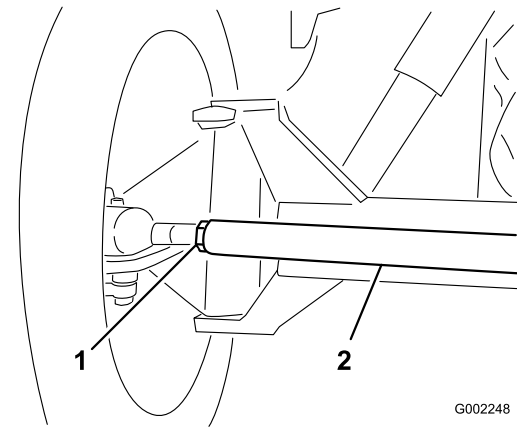

Figura 53
3. Se a medição obtida não corresponder aos valores especificados desaperte as porcas de segurança nas extremidades das barras transversais (Figura 53).